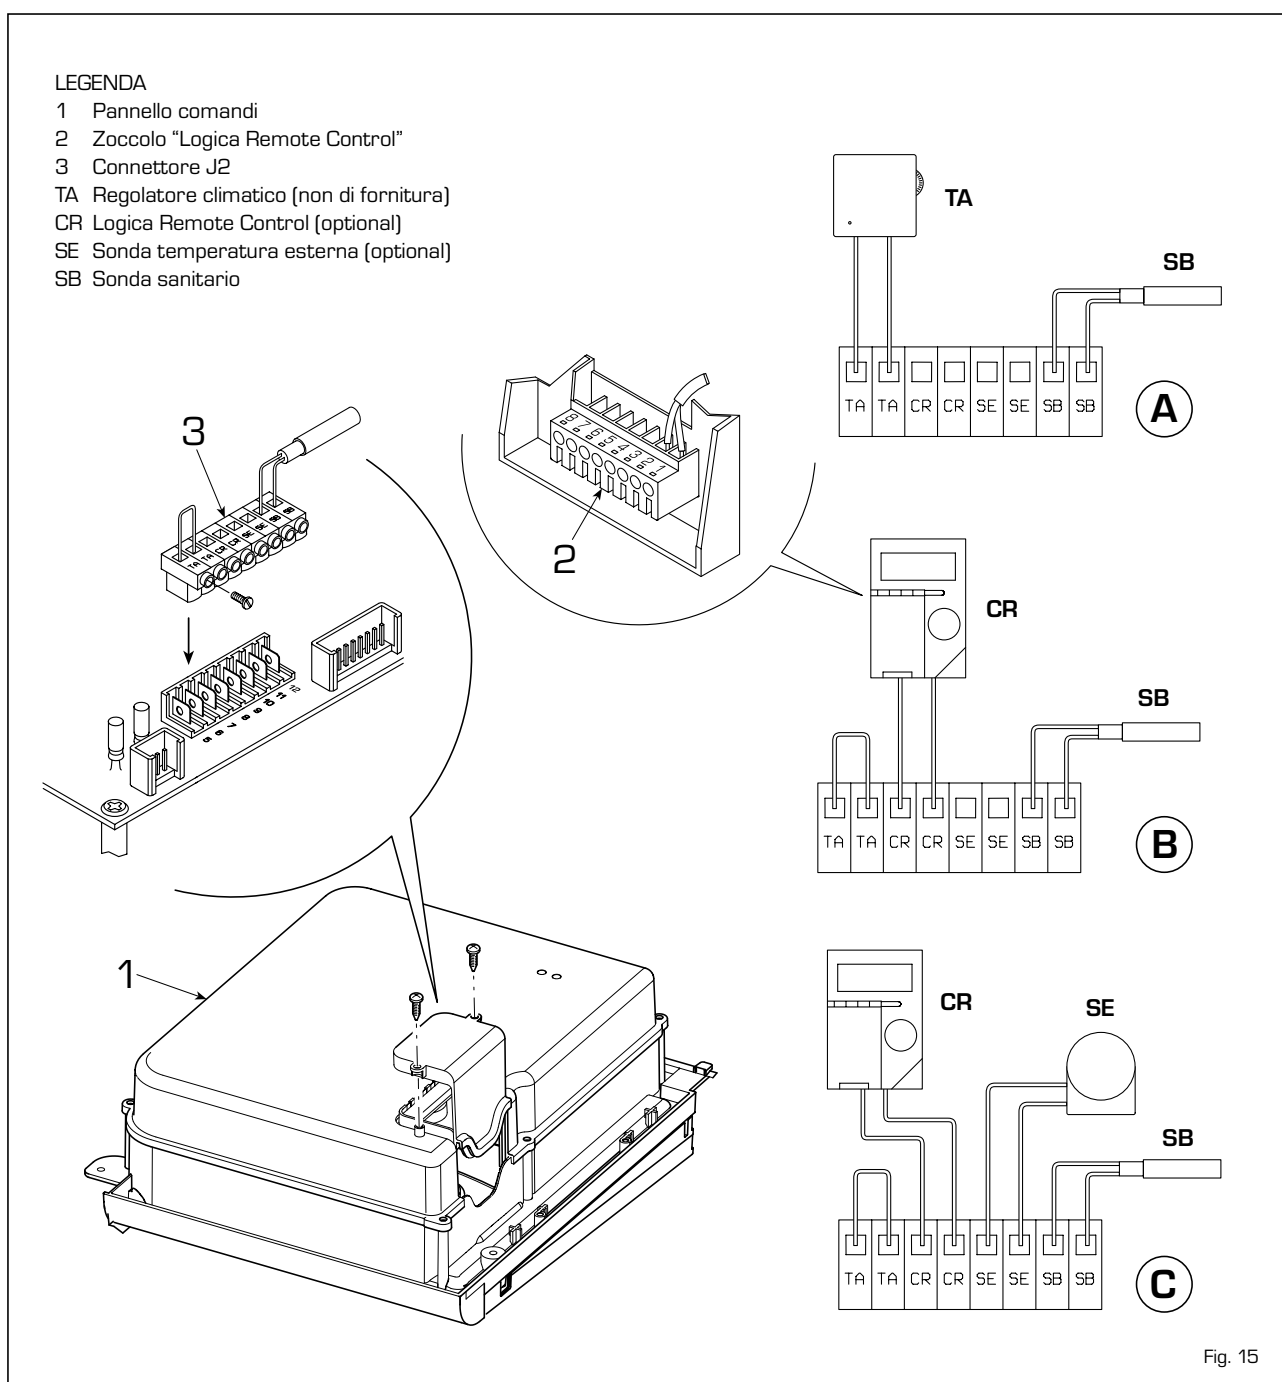

Fig. 15
2.8.1 Collegamento regolatore climatico (fig. 15 pos. A)
2.8.2 Collegamento "Logica Remote Control" (fig. 15 pos. B)
2.8.3 Collegamento sonda temperatura esterna (fig. 15 pos. C)
I bollitori "BT130 - BT150" vengono forniti con sonda sanitario (SB) da collegare al connettore J2 (3 fig. 15). Quando il bollitore è accoppiato alla caldaia "MISTRAL 32", introdurre la sonda nella guaina posta sulla flangia di ispezione, controllo e pulizia del bollitore.